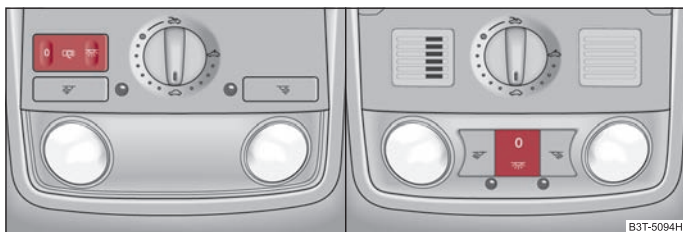

Abb. 53 Ausschnitt des Dachhimmels: Innenbeleuchtung vorn
- Drücken Sie den Schalter an der Stelle des Symbols ⇒ Abb. 53.
- Stellen Sie den Schalter in die Mittelstellung. Bei Fahrzeugen ohne Innenraumüberwachung* ist die Mittelstellung mit einem Symbol gekennzeichnet ⇒ Abb. 53.